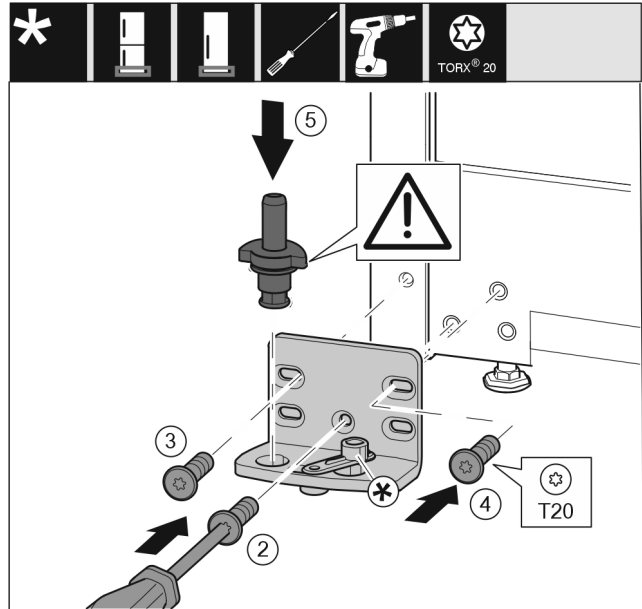

Fig. 17
- ▶ 将托架安装到另一侧, 并借助螺丝刀旋紧。用螺钉 Fig. 17 (2) 从底部的中心开始。
- ▶ 拧紧螺钉 Fig. 17 (3) 和螺钉 Fig. 17 (4)。
- ▶ 将轴承螺栓 Fig. 17 (5) 完全装入。同时注意止动凸轮需指向后方。